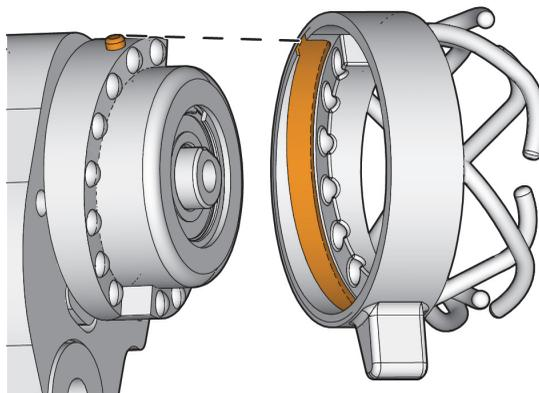

Figura 5-17 Anillo de fricción y anillo incremental
1. Para extraer el anillo de fricción, alinee el pin del anillo incremental con la muesca interna del anillo de fricción y tire hacia afuera (ver Figura 5-17 en la página 90).
2. Para instalarlo, alinee el pin de la muesca del anillo de fricción y, después, pulse el anillo de fricción en el anillo incremental (ver Figura 5-17 en la página 90).